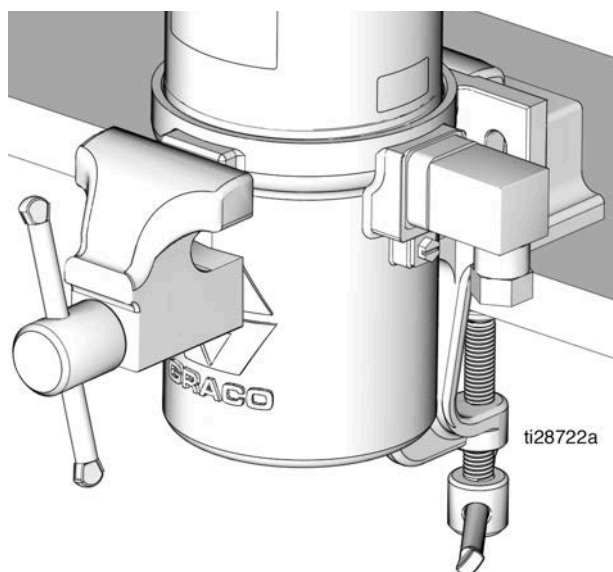

FIG. 13
8. Attacher le corps (3) du moteur pneumatique dans un étau comme montré sur la FIG. 13. Utiliser un étau à mâchoire tendre ou placer un chiffon dans la mâchoire pour protéger la surface de la base de la pompe.